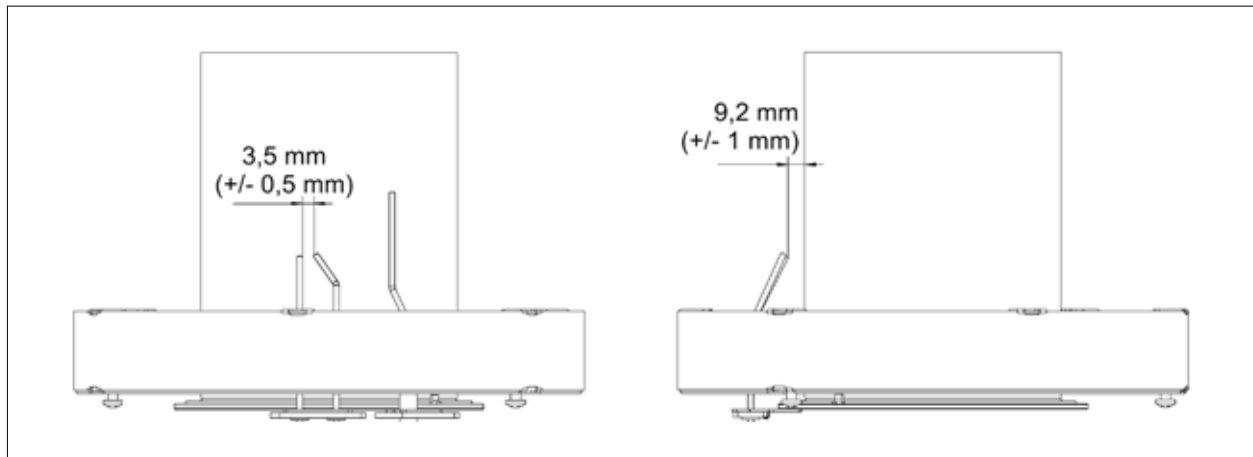

Afb. 6.4 Afstanden ionisatie-elektrode
- Afstanden Afb. 6.4 controleren.